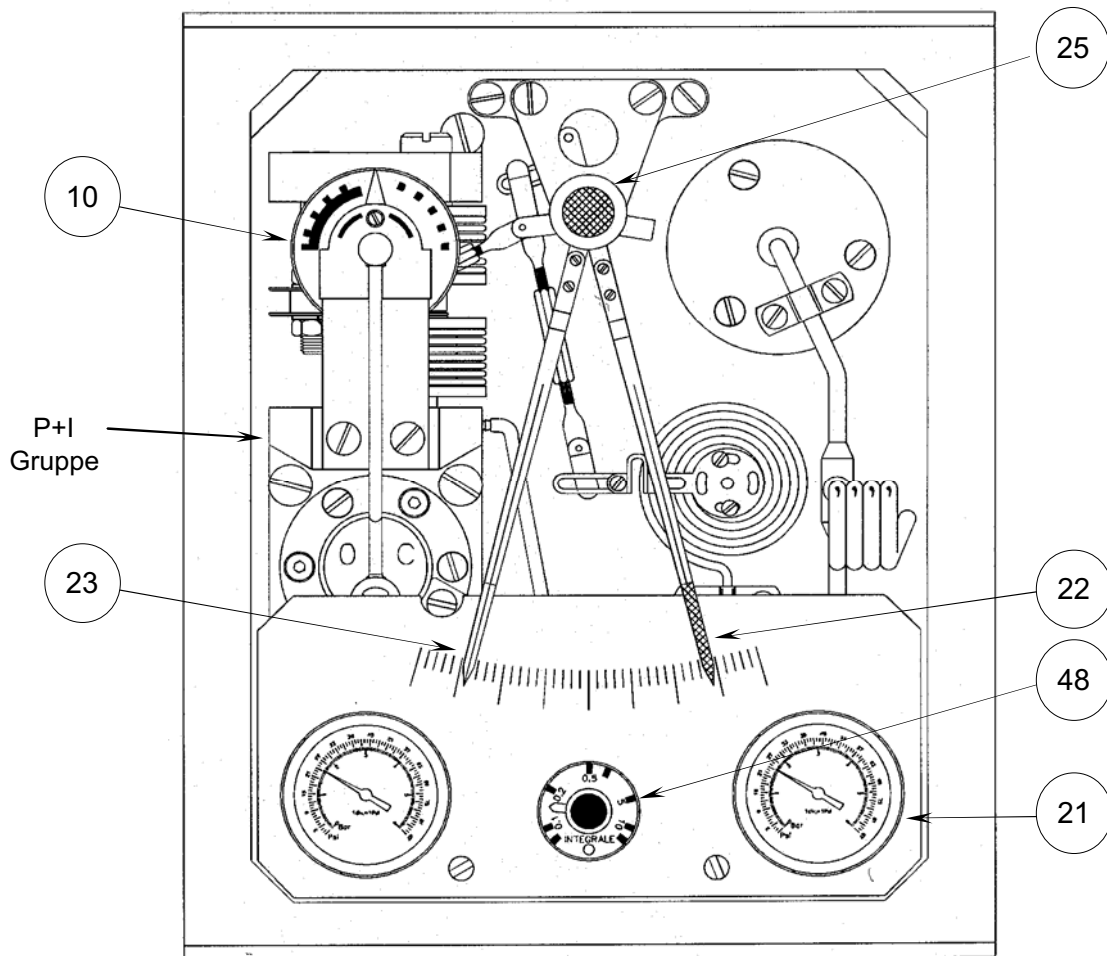

Fig. 3.3.1 "REGLER
3.3. PROPORTIONAL + INTEGRAL (P+I) REGLER (Fig. 3.3.1)